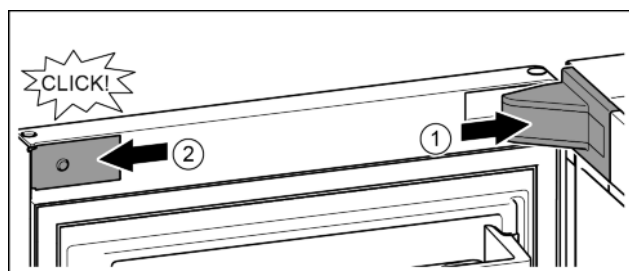

Fig. 23
- ▶ Крышку опорного кронштейна установить и зафиксировать, при необходимости, осторожно разжать. Fig. 23 (1)
- ▶ Установить боковую накладку и зафиксировать. Fig. 23 (2)